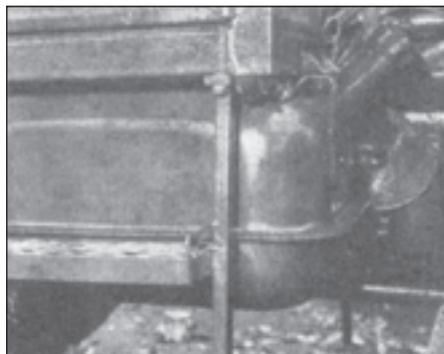

Fig. 147
- 55 litres pour les tracteurs Z 5211 — Z 5245 (fig. 147)
- 55 litres pour les tracteurs Z 6211 — Z 7245 Horal, Z 7711 et Z 7745 (fig. 147)